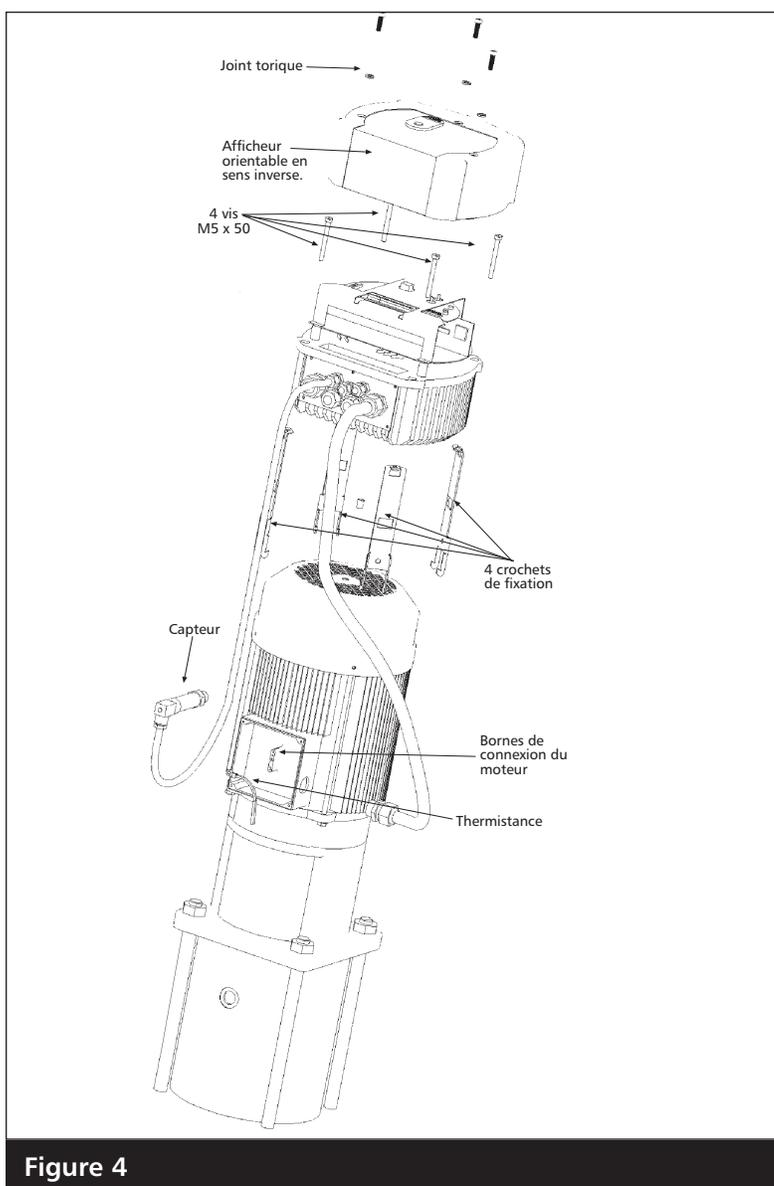

Figure 4
2. Déposer les 3 vis de fixation du couvercle de l'AQUAVAR (fig. 4).
Y connecter les fils, puis les passer dans l'un des orifices de câblage filetés de la partie inférieure de l'AQUAVAR (fig. 4 et-5).